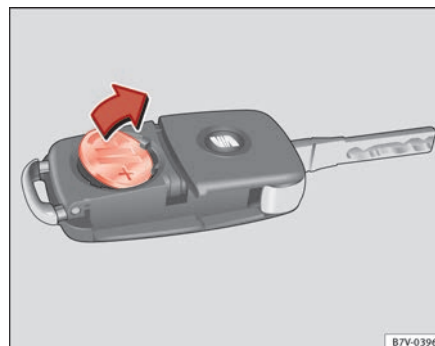

Fig. 44 Llave del vehículo: retirar la pila. ►
- Extraiga la pila del compartimento con un objeto fino adecuado ⇒ fig. 44.
- Coloque la nueva pila en el compartimento, presionándola tal como se muestra ⇒ fig. 44, en sentido contrario a la flecha ⇒ ❶.